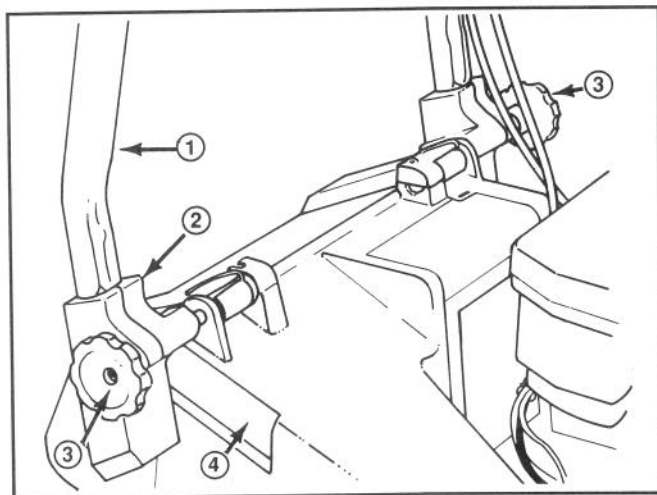
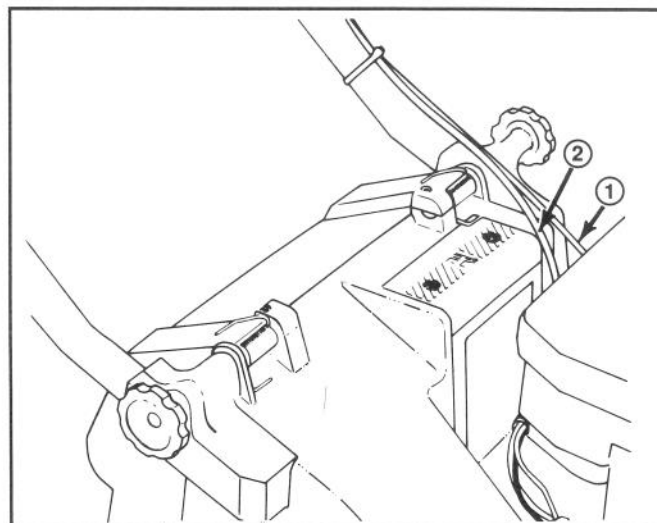

Figure 1
Figure 2
1. INSTALLATION DU GUIDON—Desserrer les boutons du support de montage (fig. 1)
3. Glisser les extrémités du guidon dans les trous des supports de montage jusqu'à ce celles-ci soient bien en place dans les supports (fig. 1). S'assurer que les câbles des gaz et du dispositif d'entraînement des roues (modèles autopropulsés) se trouvent sur le haut du support de montage de gauche (fig. 2).
4. Faire tourner la poignée et les supports vers l'arrière jusqu'à ce que ces derniers soient fermement maintenus dans les cavités du carter (fig. 2).